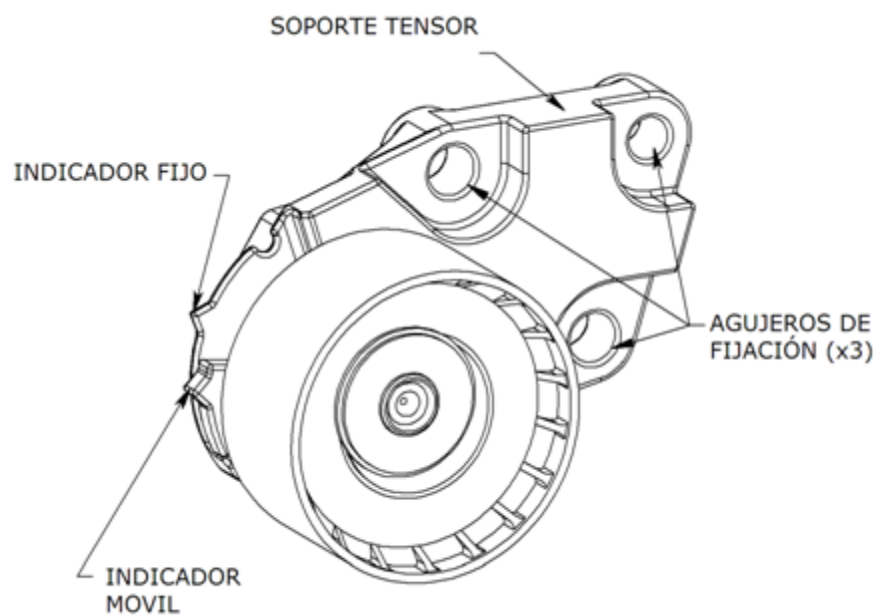

Figura 1. Tensor de correa de distribución
6. Instale un tensor nuevo (Figura 1) sobre el motor y ajuste los tres (3) tornillos de montaje del tensor (M8) con torque de  $28.0 \pm 5.5$  Nm.